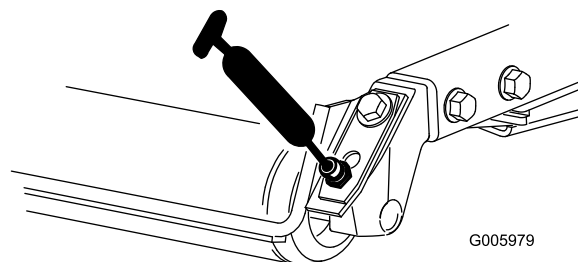

図 28
- 後ローラのベアリング 各カッティングユニットに2ヶ所 図 28